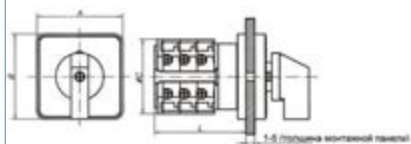

Рисунок 1: Габаритные размеры серии LW32
5.1 Габаритные размеры см. рисунок 1 и таблицу 2